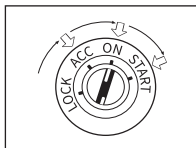

図 3.1.4
4. イグニッションを ON の位置（II）に回し（図 3.1.4 を参照）、エンジンを始動しないでください。